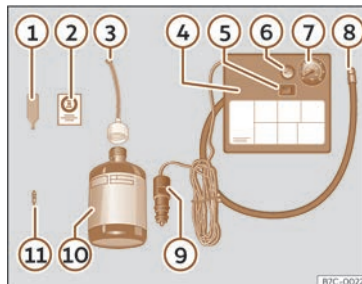

Fig. 35 Représentation standard : contenu du kit anti-crevaison.
Le kit anti-crevaison se trouve dans le coffre à bagages, sous le revêtement de plancher. Il inclut les composants suivants >>> fig. 35 :
- Dévissez le capuchon et l'obus de la valve du pneu. Utilisez l'appareil » » fig. 35 ① pour extraire l'obus. Placez-le sur une surface propre.
- Agitez fortement la bouteille de produit de colmatage des pneus » » fig. 35 ⑩.
- Vissez le tuyau de gonflage » » fig. 35 ③ sur la bouteille de produit de colmatage. Le plombage du goulot de la bouteille est automatiquement percé.
- Retirez le bouchon du tuyau de remplissage » » fig. 35 ③, puis vissez l'extrémité ouverte du tuyau sur la valve du pneu.
- Placez de nouveau l'obus de valve sur la valve du pneu avec l'outil » » fig. 35 ①.
- Vissez le tuyau de gonflage du pneu du compresseur » » fig. 35 ⑧ sur la valve du pneu.
- Vérifiez si la vis d'évacuation d'air est serrée » » fig. 35 ⑥.
• Branchez le connecteur » » fig. 35 ⑨ à une prise de courant de 12 volts du véhicule » » page 160.
- Raccordez le compresseur d'air au commutateur ON/OFF » » fig. 35 ⑤.
- Collez l'autocollant >>> **fig. 35** ② sur le combiné d'instruments, dans le champ de vision du conducteur.
Revissez le tuyau de gonflage >>> **fig. 35** ⑤ et vérifiez la pression du manomètre ⑥.